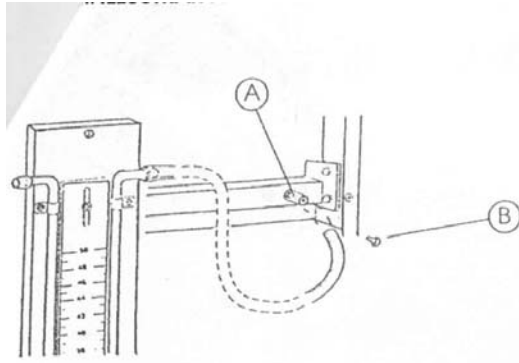

Fig. 1
- Розжиг растопочного (пилотного) пламени производится с помощью пьезоэлектрического устройства (рис. 11) или вручную самим пользователем (Рис. 1).